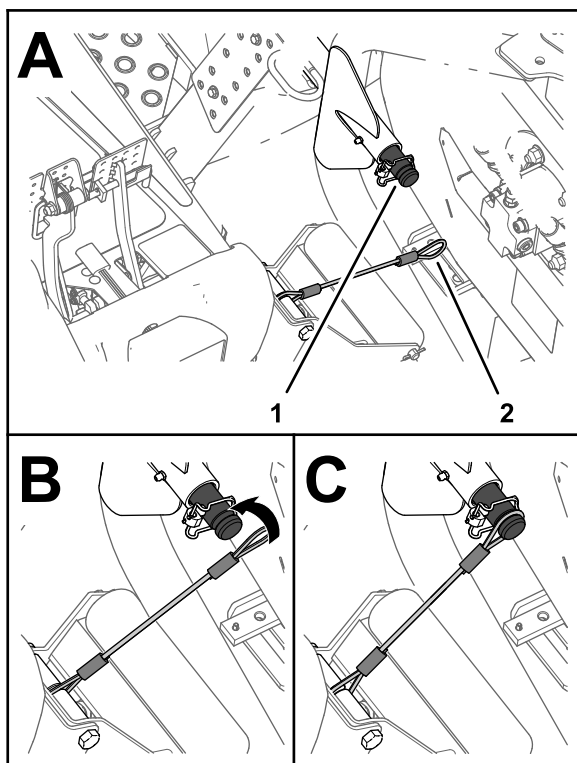

Figura 26
5. Allineate il cordino all'albero portante del braccio di sollevamento dell'apparato di taglio anteriore esterno (Figura 26).
6. Fate scorrere l'occhiello del cordino sull'albero portante fino a quando non è completamente inserito nella scanalatura sull'albero (**Figura 26**).